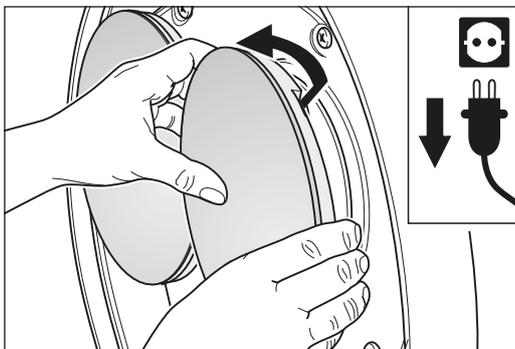

Fig. 35 Agarre por detrás del disco con las yemas de los dedos y sáquelo hacia adelante.
- 5 Quite el disco lijador o los cepillos. Para este fin agarre por detrás del disco con las yemas de los dedos y sáquelo de los soportes de goma (Fig. 35).